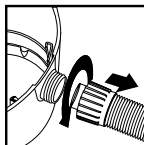

FIGURE 25
38. Dévissez l'écrou autobloquant du tuyau et retirez le tuyau de l'admission. FIGURE 25.